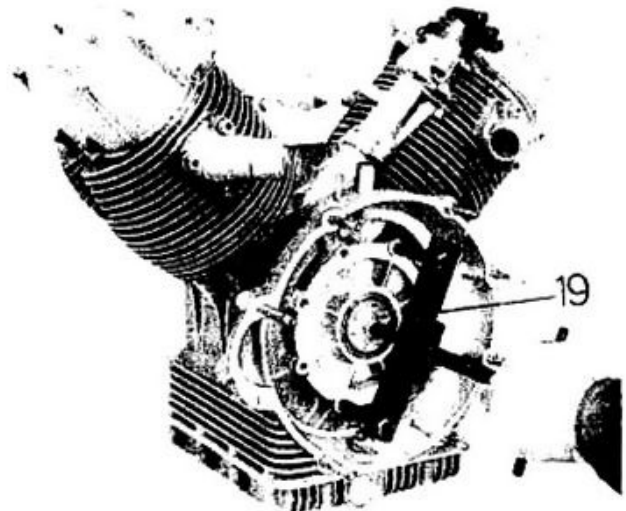

Fig. 18
- la flangia completa di cuscinetto di banco lato volano dopo aver spianato le orecchie delle piastrine di sicurezza e svitato i bulloni che la fissano al basamento, indi a mezzo apposito attrezzo n. 12913600 (19 di fig. 18) sfilare la flangia completa di cuscinetto dal basamento;